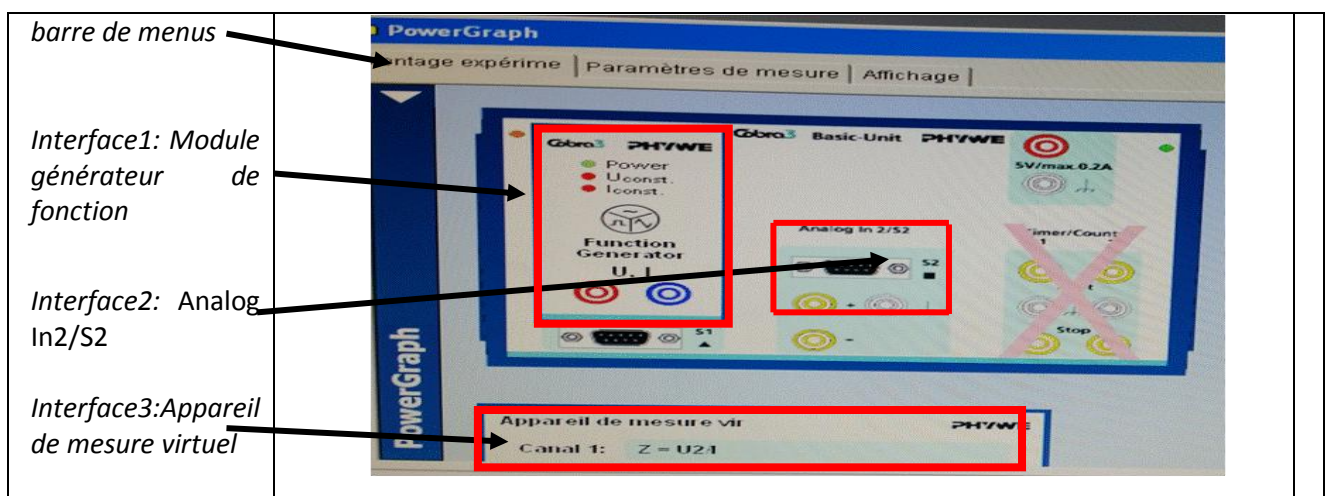

Figure 7 : Schéma de l'interface appareil de mesure 'PowerGraph'.
- ✓ Mettre sous tension vos appareils. Après sélectionner Appareil de mesure/PowerGraph/. On obtient la figure suivante(Fig.7). Sur cet écran il y'a une barre de menu et 3 interfaces actives à utiliser.